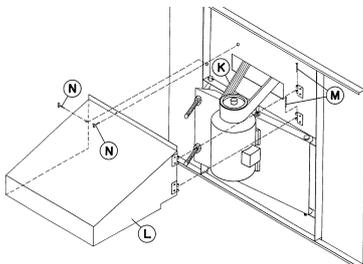

Figure 19 - Installation du capot de protection moteur et de la courroie Multiple.
7. Installer la courroie Multiple K (Figure 19) autour de la poulie ventilateur et poulie moteur. Serrer la courroie Multiple en ajustant les écrous sur les boulons « J ». Ne pas serrer complètement les courroies. Le centre de la courroie Multiple doit avoir une flexion approximative de 19mm avec une pression modérée de la main.
9. Pour installer le capot de protection moteur L, mettre les gonds et les charnières M. (Voir Figure 19).